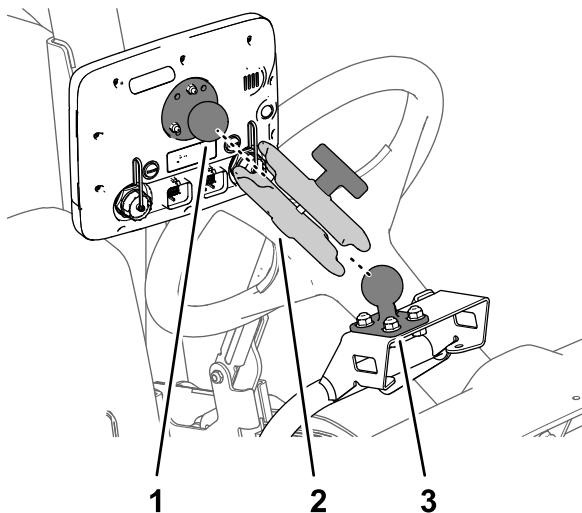

图167
3. 将监控器的球形接头和球形安装架组装到监控器臂上 图167。
4. 调节监控器以便可以从机器操作员位置看到然后用手指紧监控器臂上的旋钮 图167。